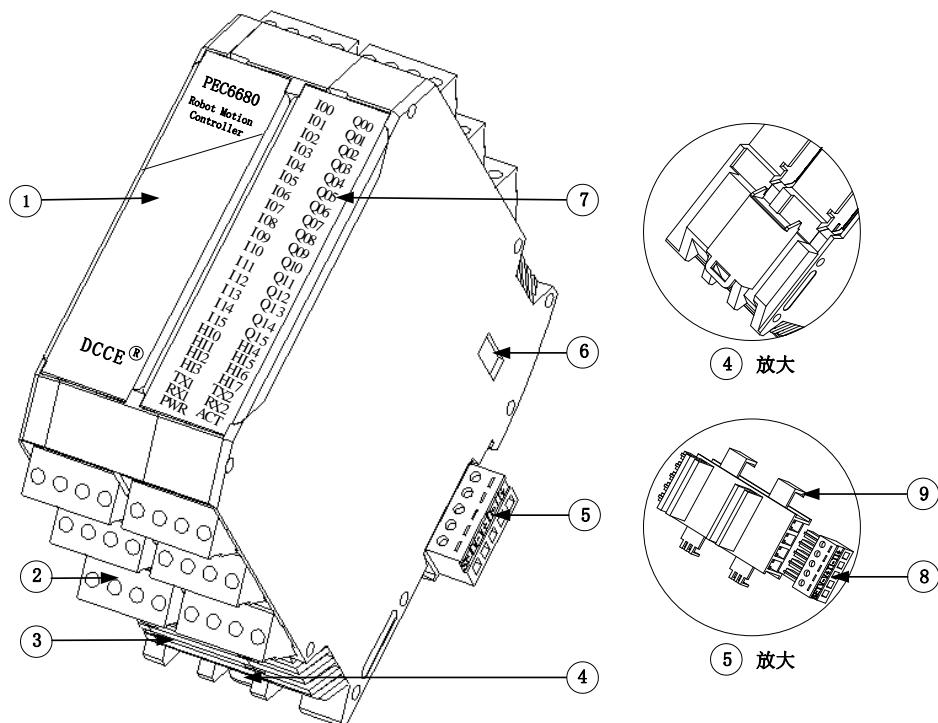

图 4-1-1 整体外观
PEC6680 主要由以下几部分组成：①型号贴：说明产品型号。②输入输出端子：输入输出与通信接线端子。③散热口：确保产品快速散热。④导轨卡扣：将控制器安装到 DIN 导轨上的夹具。⑤总线连接器：由电源端子⑧和连接器底座⑨组成。⑥拨码开关：进行硬地址设置、电池控制与工作/调试模式切换。⑦指示灯：指示设备运行状态。图 4-1-1 为产品整体外观图。